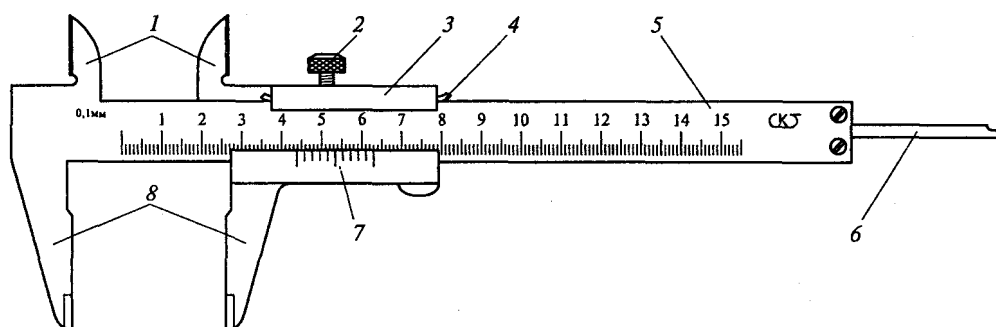

Рис. 4.1. Штангенциркуль ШЦ-I
4. Перечислите основные части штангенциркуля ШЦ-I, изображенного на рис. 4.1.